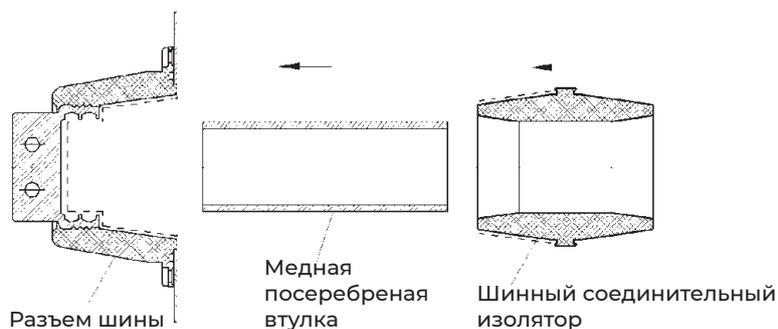

Рис. 5-4. Установка соединительной муфты
- ▶ Во время установки (рис. 5-4) используйте чистящее полотенце, чтобы протереть поверхности разъема и шинного соединительного изолятора (указано пунктирными линиями). После высыхания равномерно нанесите слой изолирующей силиконовой смазки.